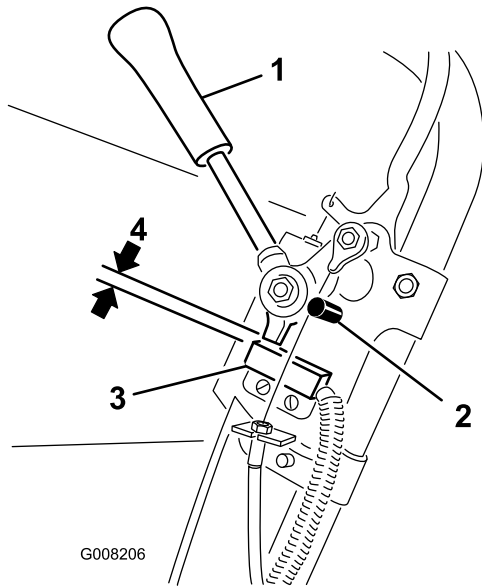

図 28
1. エンジン停止、走行レバーが解除されてニュートラル・ストップにあることを確認する（図 28）。
2. スイッチ（図 28）を固定しているネジをゆるめる。
3. 走行レバーとスイッチ（図 28）の間に 0.8 mm のすきまゲージをはさむ